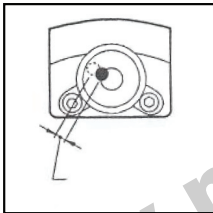

Рис.7
- 3) Устраните половину смещения пузырька с помощью подъемных винтов „5”. (Рис.7)